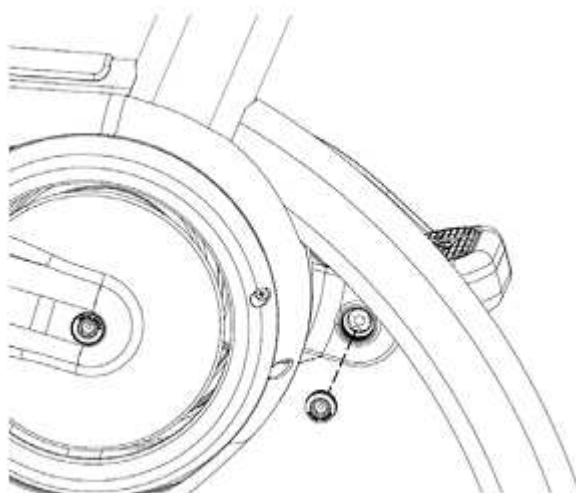

Рис. 16
16. Вставьте крепежные болты педалей (Рис. 16) в каждую педаль через отверстие на задней стороне каждого шатуна и затяните каждый до указанного окончательного момента.